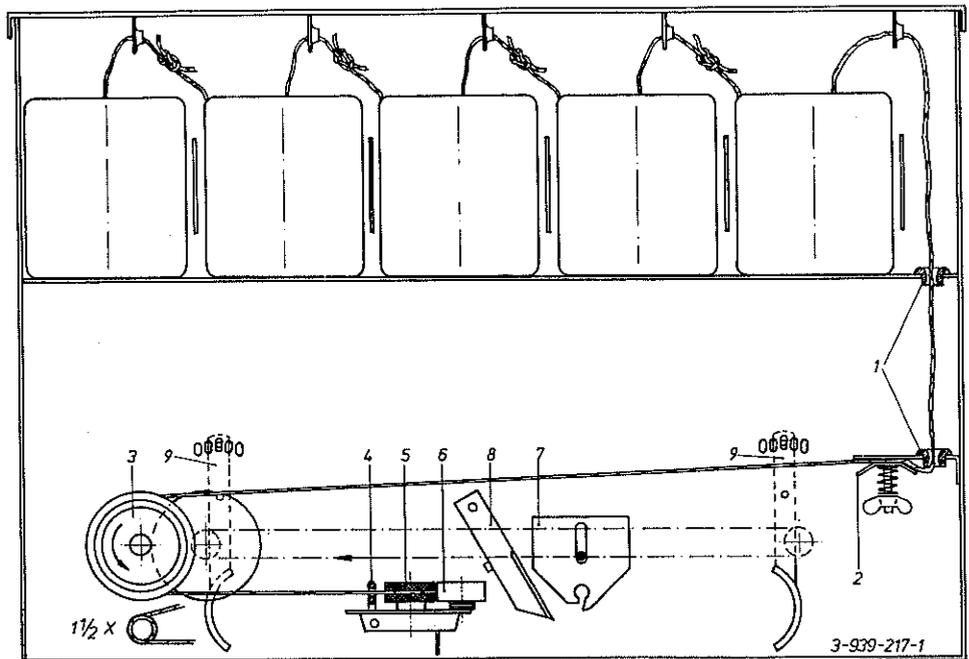

Abb. 9
1. Bindegarnrollen aufrecht in den Behälter stellen und gemäß Abb. 9 miteinander verbinden
2. Den Anfang der 1. Rolle in die Wickelvorrichtung gemäß Abb. 9 einfädeln. Dazu das Garn durch die Garnführung 1 und die Garnbremse 2 führen. Die Stufenrolle 3 wird $1\frac{1}{2}$ mal umschlungen. Dann das Garn durch Öse 4 und zwischen den Rollen 5 und 6 des Startes in Richtung Preßkammer führen. Dort durch die letzte Garnführung etwa 10 cm durchhängen lassen.
3. Die Garnfangvorrichtung 7 (Abb. 9) soll in der Ausgangsposition ca. 200 mm von den Rollen 5 und 6 des Startes entfernt stehen, und muß sich bei Linksdrehung der Stufenrolle 3 auch nach links bewegen. Sollte dies nicht der Fall sein, Stufenrolle 7 so lange links herumdrehen, bis die Garnfangvorrichtung 7 bei der Bewegung nach links diese Position erreicht hat.
Achtung! Nach längerer Standzeit oder Benutzung der Folien- bzw. Netzwickelvorrichtung Funktion der Bindevorrichtung durch einmaliges Durchdrehen der gesamten Bewegungsbahn der Garnfangvorrichtung von Hand an der Stufenrolle 7 (Abb. 9) überprüfen. Gleichzeitig auch die Funktion der Startvorrichtung überprüfen. Sollte die Starteinrichtung das Bindegarn nicht vorschieben, muß geprüft werden, ob das Bindegarn hakt bzw. die Rolle 6 genug Federkraft hat; ggfs. nachspannen.
5. Mit der Fadenbegrenzung 9 (Abb. 9) läßt sich der Abstand des Garns zur Ballenkante verstellen.